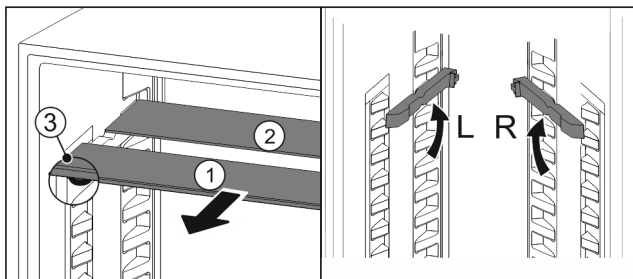

Fig. 114
- ▶ 将玻璃隔板逐个向前拉出 Fig. 114 (1)。
- ▶ 带装饰条的玻璃隔板 Fig. 114 (1)在前。
- ▷ 阻挡装置 Fig. 114 (3)指向下方。